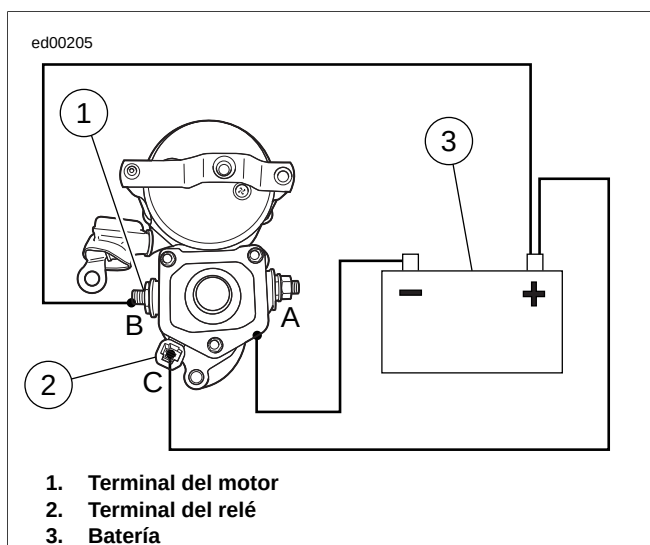

Figura 1-9. Prueba de retención
1. Vea Figura 1-9. Con los cables de prueba aún conectados de la manera especificada en 1.6 PRUEBA DEL ARRANQUE EN EL BANCO DE TRABAJO. Prueba de enganche del solenoide, desconecte el terminal del solenoide del motor/cable de prueba negativo de la batería solamente en el borne negativo de la batería; vuelva a conectar el extremo suelto de este cable de prueba al borne positivo de la batería.